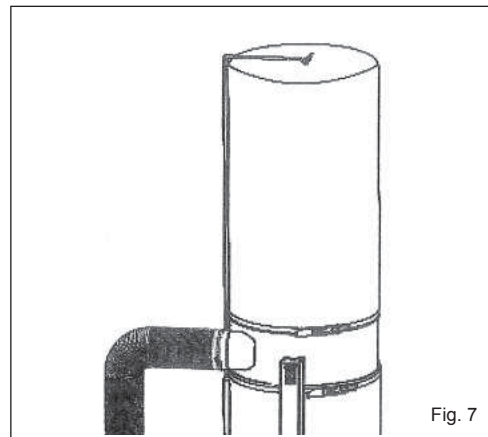

Fig. 7
6. Passar a braçadeira de aperto no bordo do saco superior para o pó dotado de um dispositivo que permite fixá-lo ao gancho. Pendurar o saco no gancho. Colocar a extremidade aberta do saco de filtro no bordo do tambor. Depois de colocado o filtro, ajustar a braçadeira de aperto de modo que o esticador seja colocado nos dentes do sistema de aperto. Carregar no puxador do esticador para fixar o saco na posição. Certificar-se que a braçadeira de fecho se encontra no colo do colector antes de fixar o esticador. Colocar o saco inferior do mesmo modo utilizado para o saco superior mas pela parte inferior do colector sem o pendurar (Fig. 7).